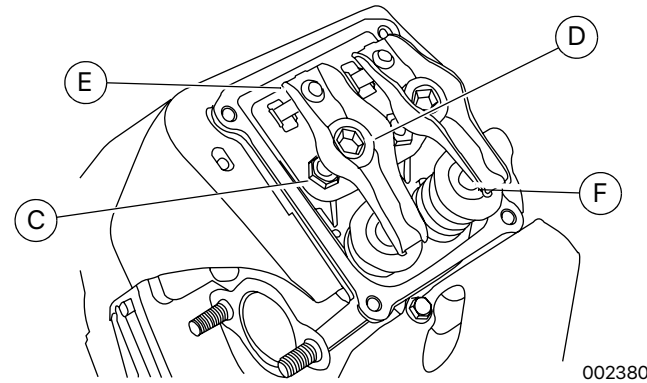

Рис. 4-6. Перевірка та регулювання клапанного зазору
8. Див. Рис. 4-6. Перевірте клапанний зазор між коромислом клапана (E) та штоком клапана (F) за допомогою товщиноміра.
8. Див. Рис. 4-6. Послабте контргайку (C) коромисла за допомогою торцевого ключа 10 мм (пристрої 8 кВА) або торцевого ключа 13 мм (пристрої 10-13 кВА).
9. Повертайте шпильку (D) шарового шарніра за допомогою торцевого ключа 10 мм (пристрої 8 кВА) або торцевого ключа 13 мм (пристрої 10-13 кВА), одночасно перевіряючи зазор між коромислом клапана (E) та штоком клапана (F) за допомогою товщиноміра. Відрегулюйте зазор відповідно до Специфікації.